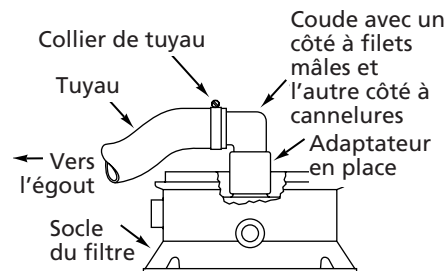

Figure 18
1. passer la piscine à l'aspirateur et envoyer l'eau à l'égout (voir la Figure 18, page 9);
- Visser un coude à 90° en PVC de 1½ po dans l'adaptateur femelle qui se trouve dans le socle du filtre (voir la Figure 18).
coude, comme il est illustré à la Figure 18; amener le tuyau jusqu'à l'endroit où l'on veut se débarrasser de l'eau usée.